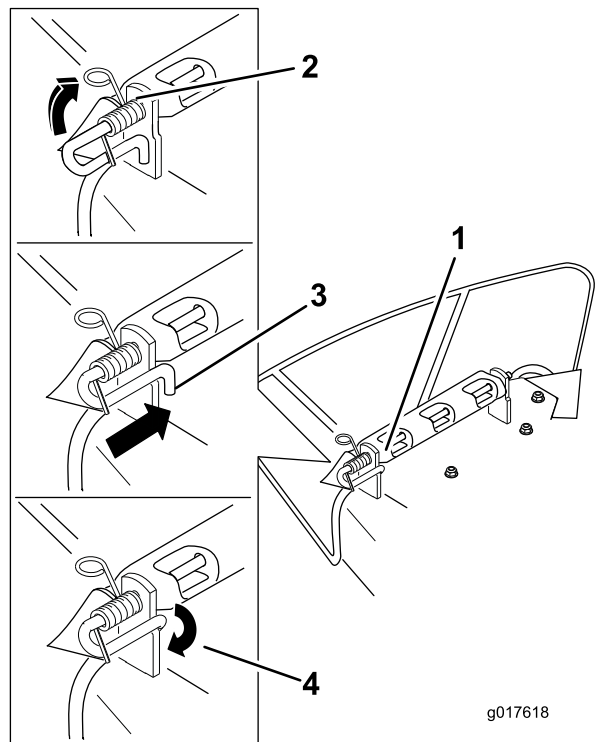

Figure 64
4. Soulevez le côté avec la boucle du ressort et placez-le dans le cran du support de déflecteur (Figure 64).
5. Fixez l'ensemble tige et ressort en le tournant de sorte à pouvoir placer l'extrémité courte de la tige derrière le support avant soudé au tablier de coupe (Figure 64).